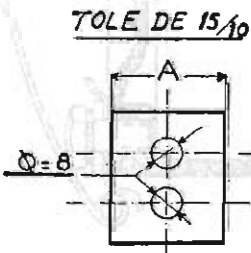

Fig. 45. — Gabarit de perçage.
• Pour le perçage du trou, il est bon de confectionner un gabarit (fig. 45) : ajuster sa cote A pour qu'il se loge exactement dans le support. Le fixer par un boulon passé dans le trou supérieur. Au centre du trou libre du gabarit, pointer et percer un avant-trou de 2,5 mm. Agrandir ce trou avec un foret de 6,5 mm et l'amener 8 mm à la queue de rat.